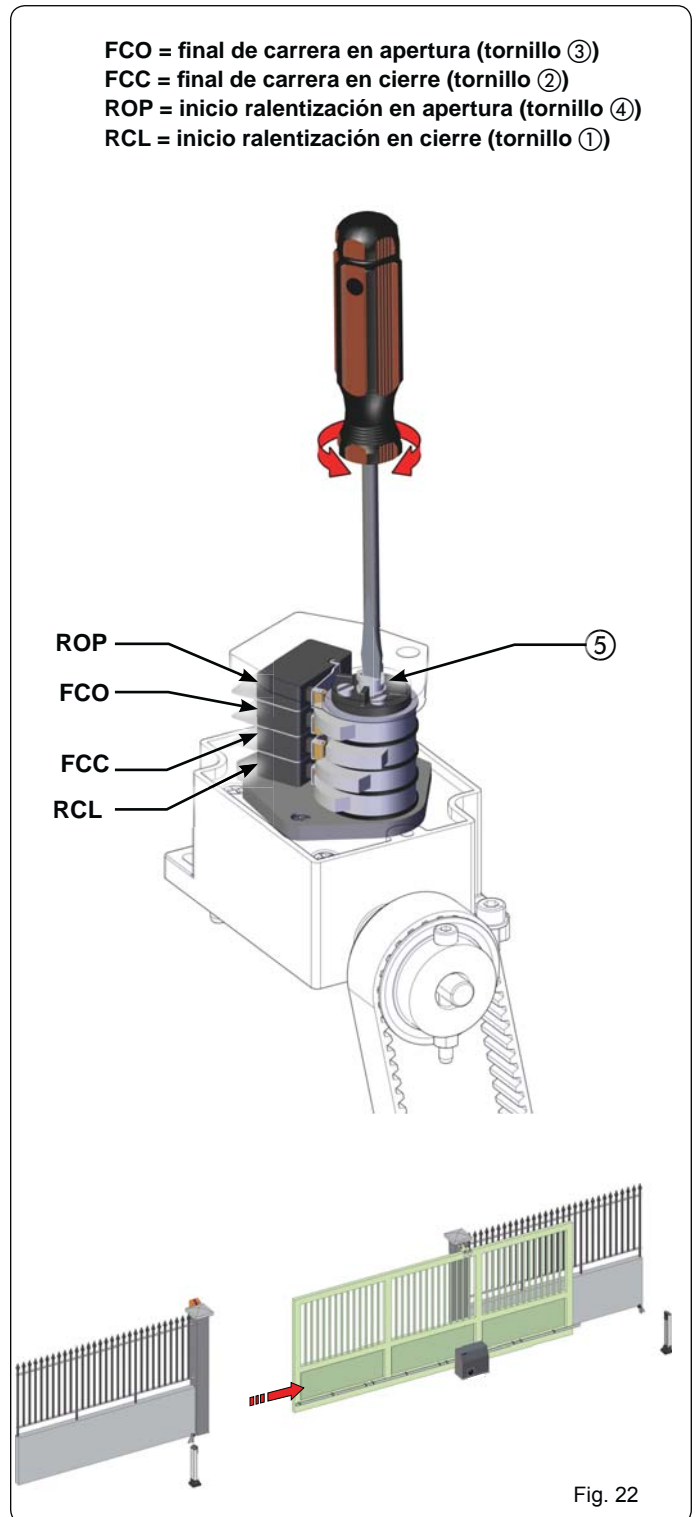

Fig. 22
4. Afloje el tornillo central de bloqueo del grupo final de carrera (Fig. 22 ref. ⑤).
16. Atornille el tornillo central de bloqueo del grupo final de carrera (Fig. 22 ref. ⑤).